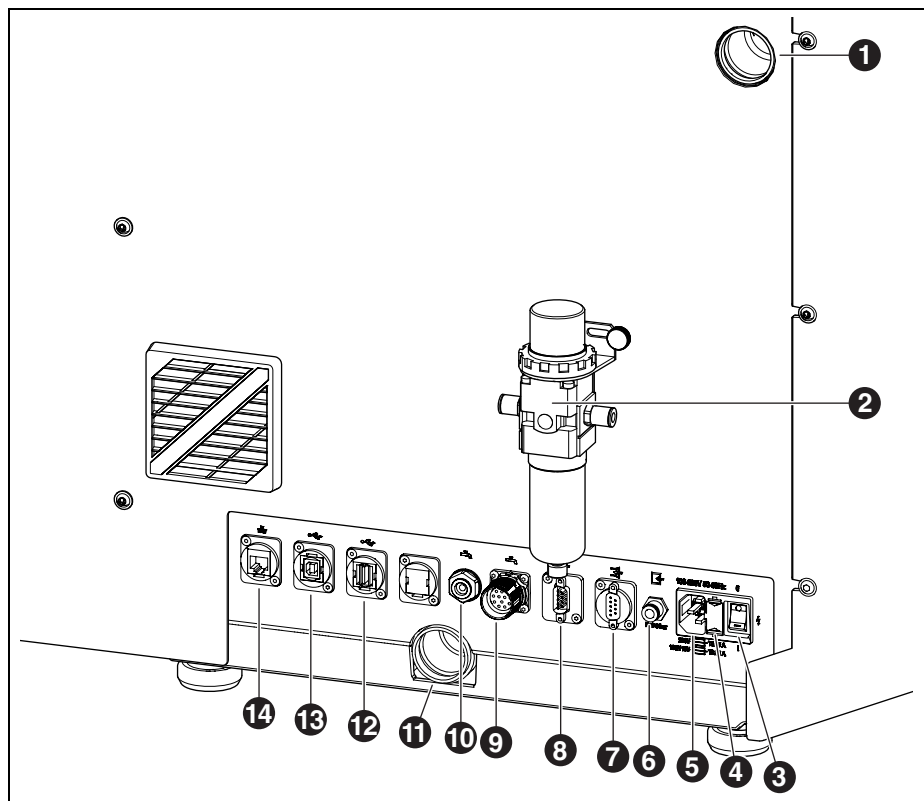

Fig. 3 Face arrière Ceramill Matron / Ceramill Matron Core
- ▷ Tirer le tiroir ([4] dans la figure 3 à la page 83) à côté de la fiche du secteur.